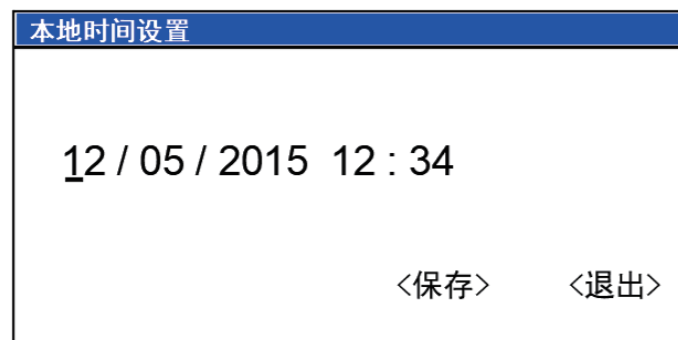

图6.5.1
- a: 在系统设置菜单中选择<本地时间>项，按 [确认] 键打开本地时间设置对话框，如图6.5.1所示。